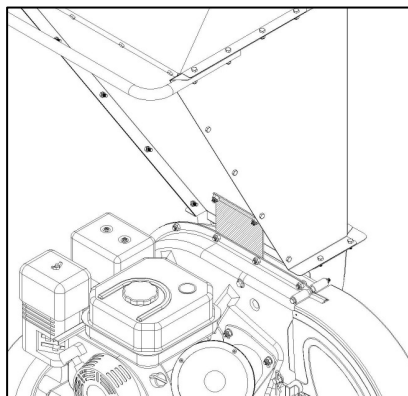

Figure 1-3
- b. Der kan man se figure 1.3 hvordan man demontere knivene. **Dette gøres af autoriseret værksted!**